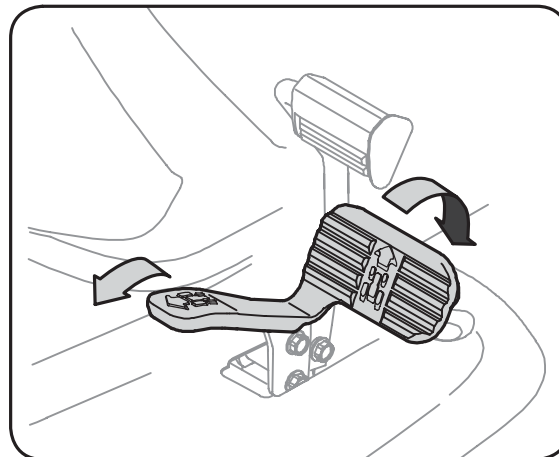

Figure 4-6
3. Pour vous déplacer en MARCHÉ AVANT, appuyez lentement sur la partie supérieure de la pédale d'accélérateur jusqu'à l'obtention de la vitesse désirée. Voir la Figure 4-6.